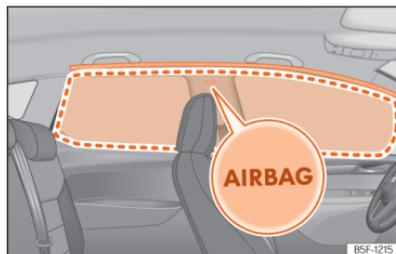

Fig. 30 Localização e raio de alcance do airbag da cabeça.
Os airbags da cabeça estão localizados de ambos os lados do habitáculo, por cima das portas »» » Fig. 30 e estão assinalados pelo logo «AIRBAG».
Ao ativar-se, o airbag da cabeça ocupa a zona assinalada (raio de alcance) »» » Fig. 30. Por este motivo, nunca se deverá colocar ou fixar objetos nesta zona »» » △.
- Assegure-se de que as crianças viajam sentadas corretamente nas suas cadeiras e não colocam a cabeça na zona de insuflação dos airbags para a cabeça »» » Fig. 30, uma vez que, se os airbags disparassem, estes poderiam bater-lhes e causar-lhes lesões graves.